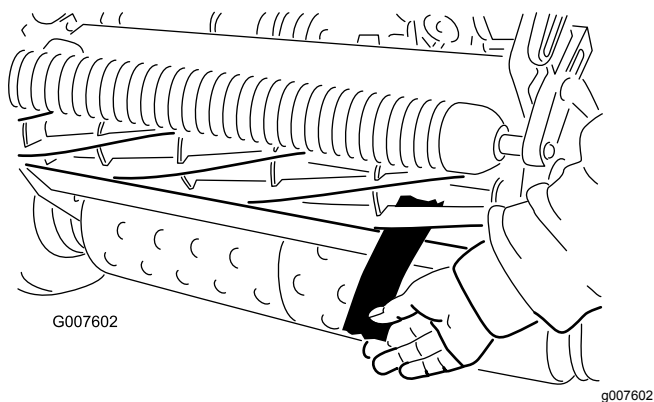

Figura 53
- Teste o desempenho de corte inserindo uma fita comprida de desempenho de corte entre o cilindro e a lâmina de corte, perpendicular à lâmina (**Figura 53**). Lentamente rode o cilindro para a frente; deve cortar o papel.